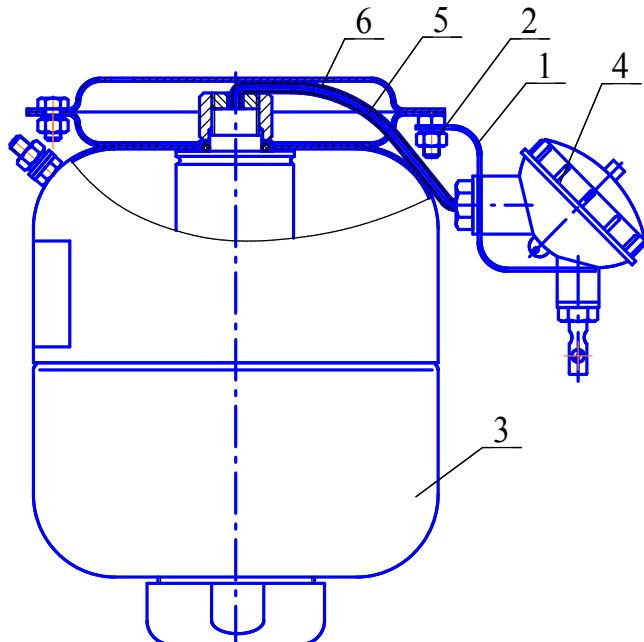
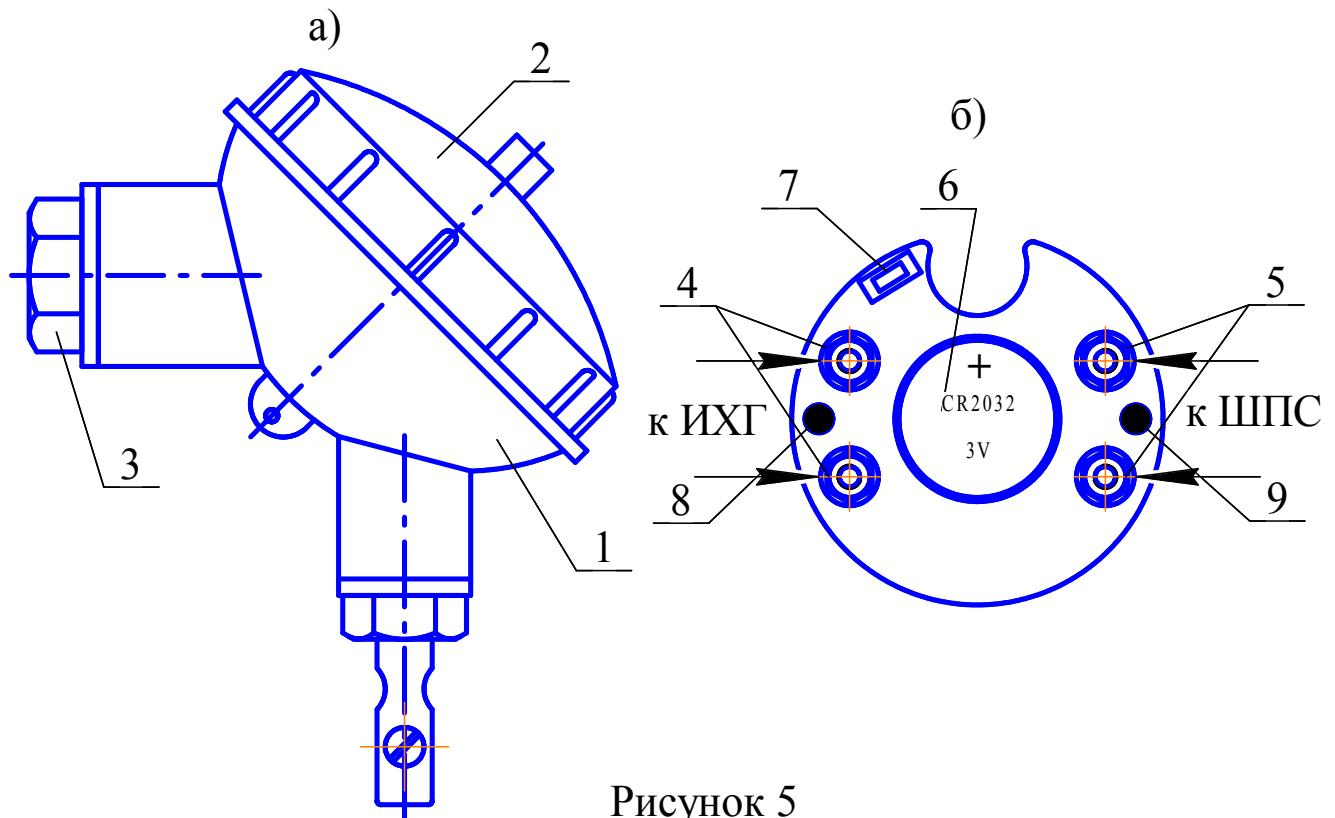

Рисунок 3
Рисунок 5
4.3.1.1 На кронштейне 1, закрепленным гайкой 2 на корпусе МПП 3 (см. рисунок 3), установлен электронный узел запуска (устройство пусковое температурное) 4. Вывода 5 элемента электропускового ИХГ, вставленные в трубку ПВХ 6, через гермоввод соединены с электронным узлом запуска 4.
6.4.2 Гайкой 2 (см. рисунок 3) закрепить на корпусе МПП кронштейн 1.
6.4.3 С корпуса 1 электронного узла запуска (см. рисунок 5) открутить крышку 2 и винт 3. Через отверстия винта 3, кронштейна 1 (см. рисунок 3) в гермовод электронного узла запуска ввести провода элемента электропускового ИХГ и при необходимости ШПС. Винтом 3 согласно рисунку 3 закрепить на кронштейне электронный узел запуска.